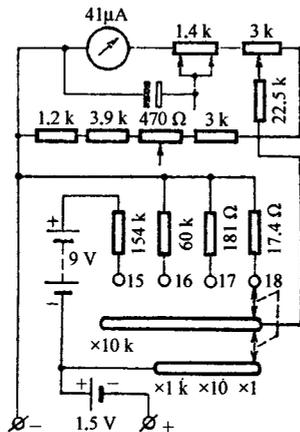

图 1-78 多量程的欧姆表
d. 当刀转到 15~18 的位置,欧姆表的读数应该分别乘以 10 kΩ, 1 kΩ、1 Ω。由于这时候欧姆表的中值电阻(指针偏转到中间位置的电阻值)分别是 180 kΩ、18 kΩ、180 Ω、18 Ω,因此,分别用来测量几十千欧到几百千欧、几百欧到几十千欧、几十欧到几百欧、几欧到几十欧的直流电阻(见图 1-78)。
④ 表笔。万用表的表笔有一正一负,正表笔是红色的、负表笔是黑色的。
(2) 万用表的表盘